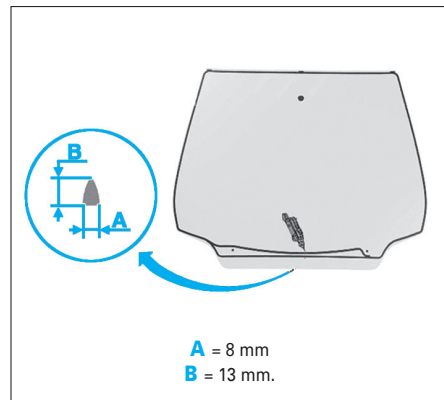

Fig. 10
- Appliquer un cordon de colle au milieu de la trace du primaire (Fig.10).